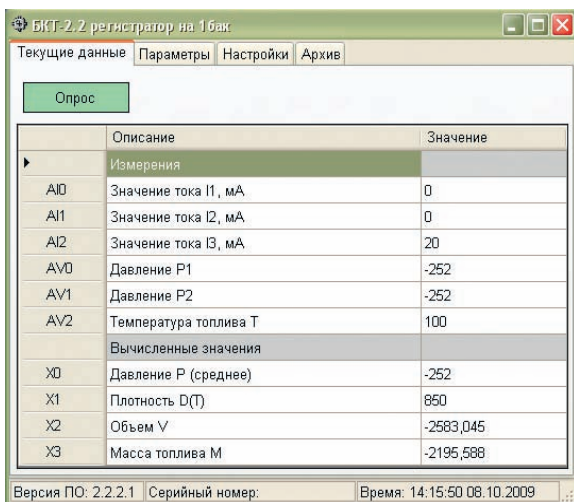

Рис. 4. Экранная форма «Текущие данные»
- «*Текущие данные*» (рис. 4) — для каждого из каналов отображает текущие значения измеренного тока ( $I_1$ ,  $I_2$ ,  $I_3$ ), вычисленные значения давления ( $P_1$ ,  $P_2$ ), среднего давления ( $P_{cp}$ ), температуры ( $T$ ), плотности с поправкой на температуру ( $D(T)$ ), объёма ( $V$ ) и массы ( $M$ ), а также показания встроенных часов прибора;